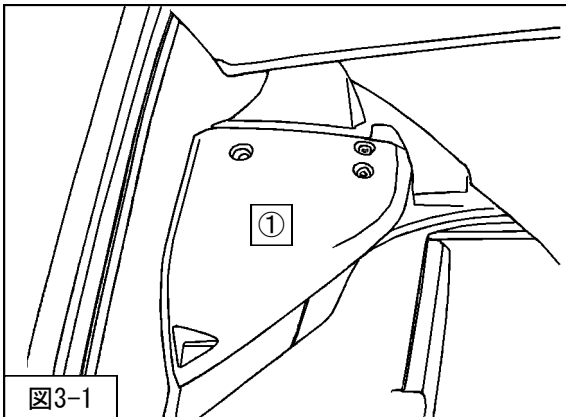

図3-1
1. ①リアサスペンションASSY上部のカバーを取外してください。(図3-1)